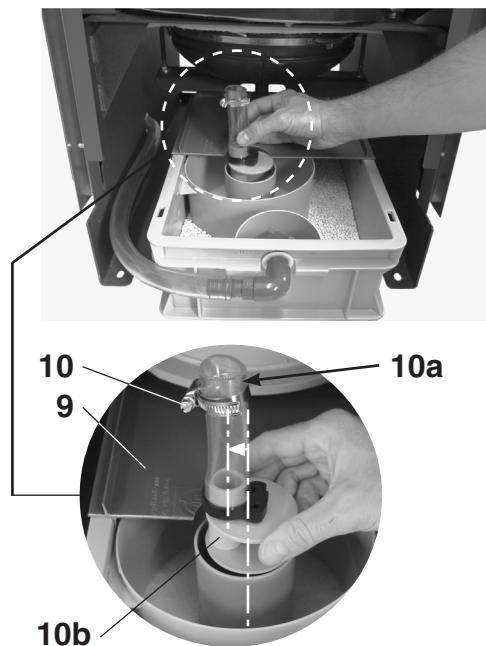

Fig. 09
1. Inserire il coperchio posteriore (9, fig. 09) del box di neutralizzazione.
2. Applicare la staffa (10, fig. 09) ad una distanza di circa 20mm dalla parte terminale superiore del tubo flessibile e stringerla leggermente. Il tubo flessibile (10a, fig. 09) dell'eccentrico di collegamento (10b, fig. 09) deve essere orientato verso sinistra.
1. Sollevando il box di neutralizzazione (11, fig. 11) il tubo flessibile del sifone (10a, fig. 09) può essere spinto senza problemi sul bocchettone di scarico della vaschetta del condensato.